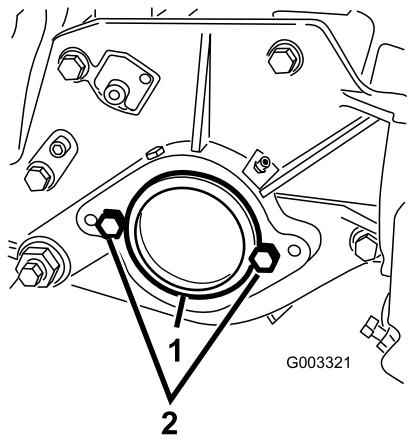

图7
2. 在滚刀组右侧、从轴承座中取下塑料盖 图7。
3. 从右侧板卸下 2 个螺栓 图7。
5. 将 2 个滚刀马达安装螺栓宽松地安装至滚刀组左侧板 图7。